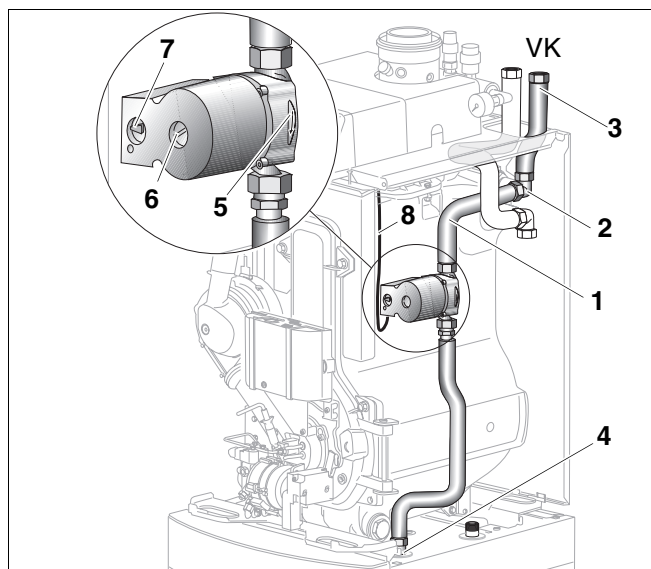

Abb. 12 Vorlaufrohrgruppe montieren
- Kontrollieren Sie die Flussrichtung der Umwälzpumpe, der Pfeil (Abb. 12, Pos. 5) muss nach unten zeigen.
- Vorlaufrohrgruppe (Abb. 12, Pos. 1) mit vormontiertem O-Ring an den seitlichen Abgang des Vorlauf-Winkelverteilers (Abb. 12, Pos. 2) stecken und mit Überwurfmutter verschrauben.
- Speichervorlaufrohr unten mit Dichtung $\varnothing 17 \times 24 \times 2$ an den Speichervorlauf (Abb. 12, Pos. 4) anschrauben.
- Anschlusskabel der Umwälzpumpe (Abb. 12, Pos. 8) nach Schaltplan an das Regelgerät anschließen (siehe Montage- und Wartungsanweisung des Logano G135).